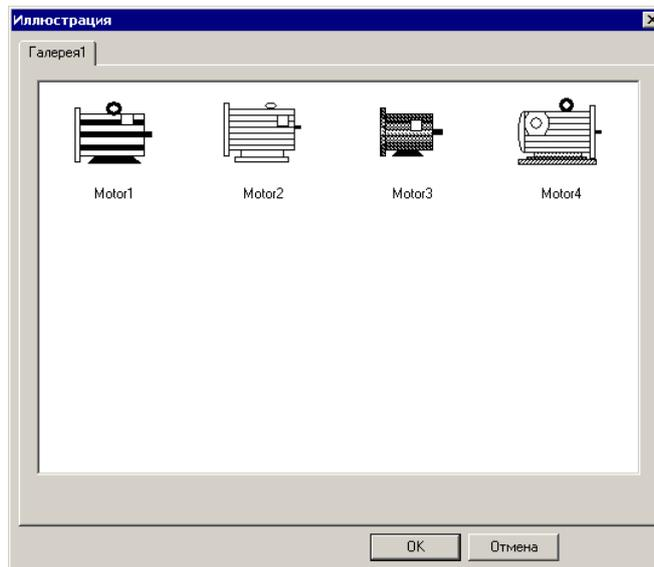

Рисунок 183
- 2) Нажать кнопку «Настройки». Откроется окно «Иллюстрация» (см. рис. 183).